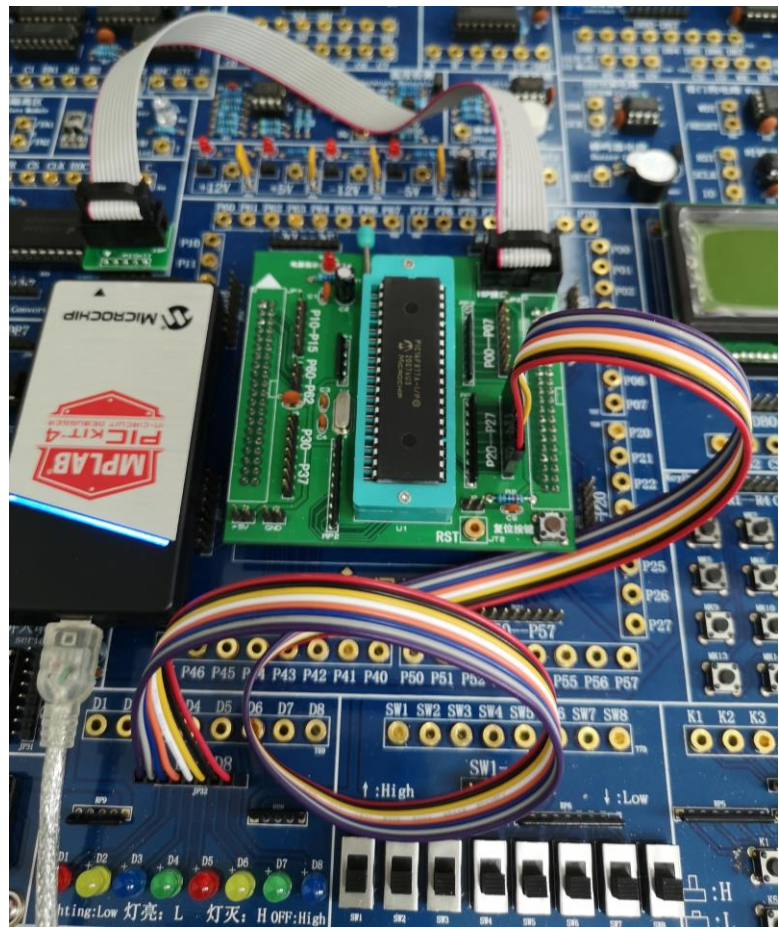

图 3-1-2 8 位 LED 流水灯实验接线图
1. 按照第二章所述实验箱简介和上述硬件接线表搭建好实验电路（也可参考图 3-1-2）。